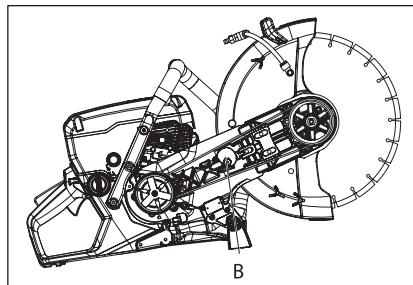

Рис. 21
3. Замените приводной ремень. Поверните натяжитель ремня (B) в положение «1», чтобы натянуть приводной ремень (рис. 21).